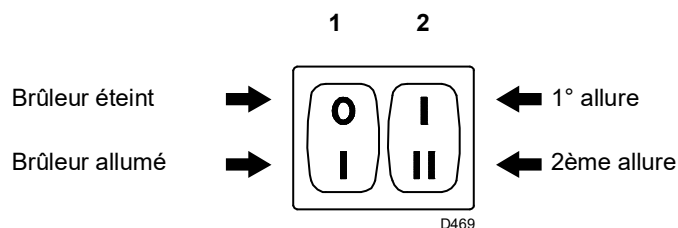
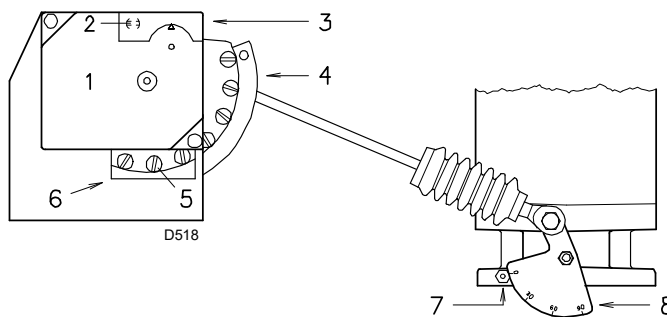

Fig. 22
Fig. 23
- l'interrupteur 1)(Fig. 22) en position « **BRÛLEUR ALLUMÉ** » ;
- l'interrupteur 2)(Fig. 22) en position « **1ÈRE ALLURE** ».
La description ci-dessus s'entend brûleur allumé fonctionnant en 1ère allure. Placer maintenant l'interrupteur 2)(Fig. 22 à la page 23) en position 2ème allure : le servomoteur ouvrira le volet d'air et simultanément le papillon de gaz à 90°.
Modifier en progression le profil final de la came 3)(Fig. 23) en agissant sur les vis 5).
Mettre l'interrupteur 2)(Fig. 22 à la page 23) en position 1ère allure : le servomoteur 1)(Fig. 23) fermera le volet d'air et, simultanément, fermera la vanne papillon gaz jusqu'à 15°, c'est à dire jusqu'à la valeur réglée en usine.
- S'il faut l'augmenter, passer en 2ème allure en agissant sur l'interrupteur 2)Fig. 22 à la page 23 et augmenter légèrement l'angle du levier orange par de légers déplacements successifs, c'est-à-dire aller de l'angle 15 à 17 - 19... Revenir ensuite en 1ère allure et mesurer le débit du gaz.
Modifier en progression le profil initial de la came 3)(Fig. 23) en agissant sur les vis 4). Si possible, ne pas serrer la première vis : c'est celle qui doit amener le volet d'air en fermeture totale.
Éteindre le brûleur en actionnant l'interrupteur 1)(Fig. 22 à la page 23) et intervenir sur les vis intermédiaires de la came pour que l'inclinaison de celle-ci soit progressive.